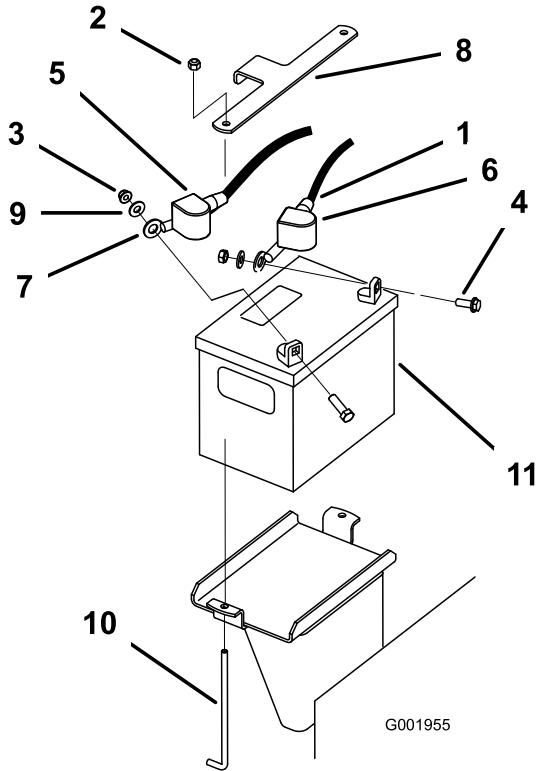

Figure 39
3. Enlevez le capuchon en caoutchouc noir qui protège le câble négatif. Débranchez le câble négatif de la batterie de la borne négative (-) de la batterie (Figure 39).
4. Ôtez le capuchon rouge de la borne positive (rouge) de la batterie. Débranchez ensuite le câble positif (rouge) de la batterie (Figure 39).
5. Déposez la plaque de maintien de la batterie (Figure 39) et enlevez la batterie.
1. Placez la batterie sur la machine (Figure 39).
3. Commencez par relier le câble positif (rouge) à la borne positive (+) de la batterie avec un écrou, une rondelle et un boulon (Figure 39). Glissez le capuchon de caoutchouc sur la borne de la batterie.
4. Reliez ensuite le câble négatif et le câble de masse à la borne négative (-) de la batterie avec un écrou, une rondelle et un boulon (Figure 39). Glissez le capuchon de caoutchouc sur la borne de la batterie.